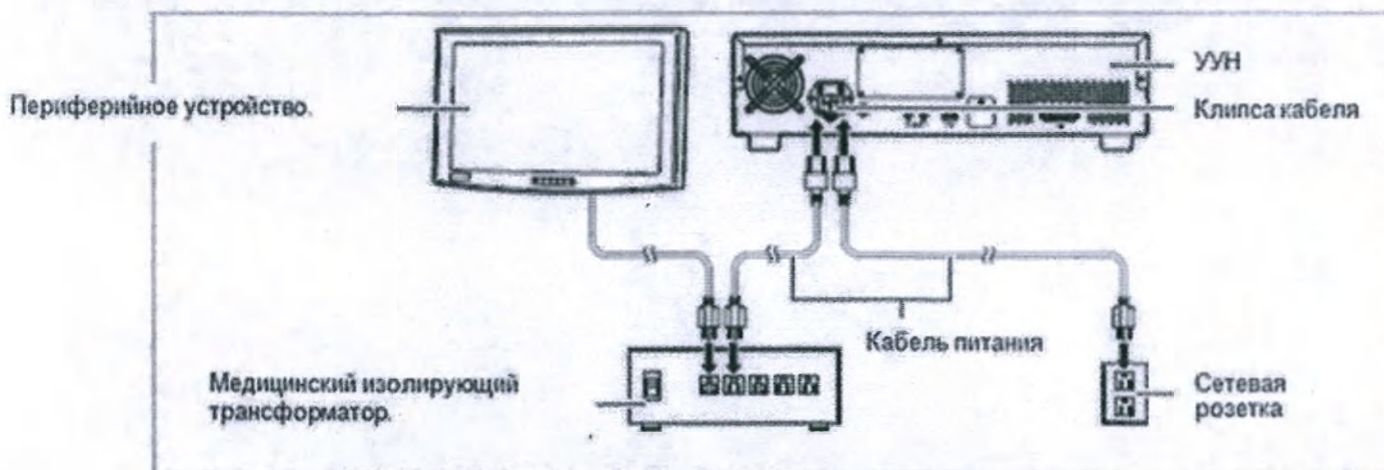

Рисунок 11. Схематические изображения. Изображение подключения периферийных устройств к УУН, через медицинский изолирующий трансформатор.
- Зафиксируйте кабель питания с помощью клипсы кабеля возле разъема электропитания (см. рисунок 11), так чтобы он не отсоединился.